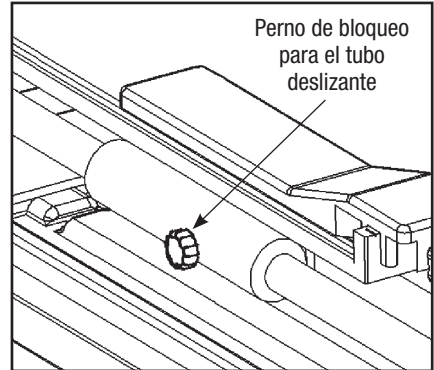

FIGURA 17
PASO 3: Afloje la *perilla de bloqueo del tubo de deslizamiento* (ver FIGURA 17).
PASO 3: Afloje la perilla de *bloqueo del tubo de deslizamiento* (ver FIGURA 17).
PASO 2: Coloque la mesa de corte en la posición más hacia atrás y bloquee la con la perilla de *bloqueo del tubo de deslizamiento* (ver FIGURA 17).
Antes de mover la sierra, asegúrese de haber ajustado el *perno de bloqueo del tubo deslizante* (FIGURA 17), para prevenir que la *mesa principal* se deslice de un lado al otro durante su transporte.